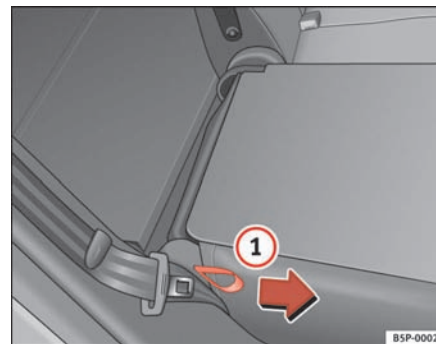

Fig. 101 Sådan klappes ryglænet frem og tilbage
- Træk stroppen på siden af sædet ⇒ fig. 101 ① i pilens retning, og klap ryglænet op, indtil det går i hak.